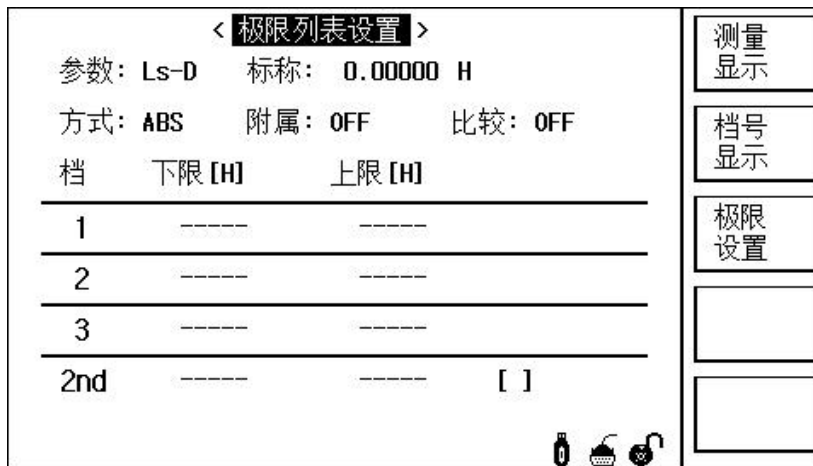

图 7-2 分选功能页面
1. 按快捷菜单键“MEAS”，进入<测量显示>页面后（如图 7-1），选择“极限设置”，进入<极限列表设置>页面（如图 7-2 所示）。